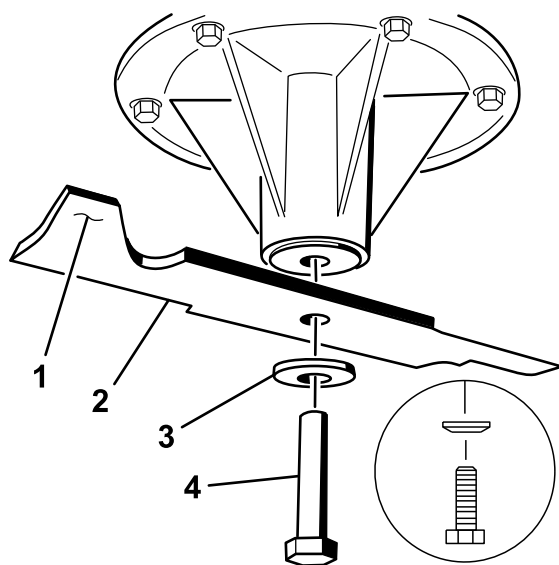

Figura 98
1. Instale la cuchilla en el eje (Figura 98).
2. Instale la arandela de muelle y el perno de la cuchilla (Figura 98).
Nota: El cono de la arandela de muelle debe estar orientado hacia la cabeza del perno (Figura 98).